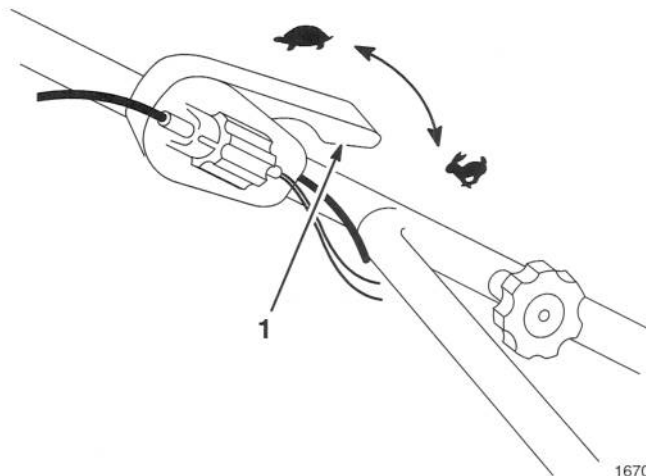

Figure 6
1. Placer la manette des gaz sur la position FAST  (Fig. 6).